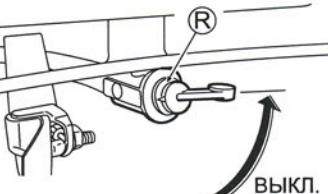

Рис. 9.
- Установите топливный кран (R) в положение "OFF". (См. рис. 9.)